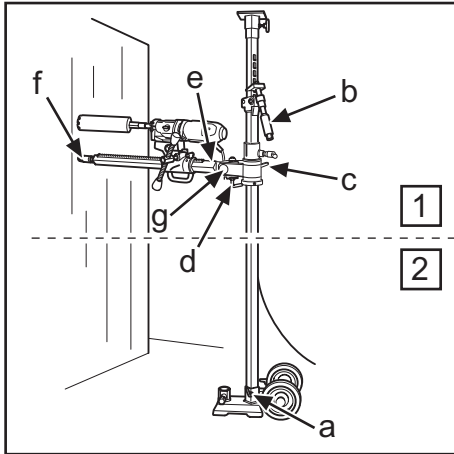
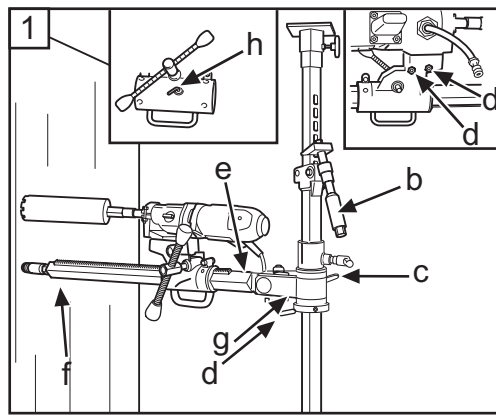

Fig. 3
Fig. 4
- Se la foratura deve essere eseguita a più di 1,5 m di altezza, il tubo esterno grosso deve essere rivolto verso l'alto, e viceversa se l'altezza di foratura è inferiore a 1,5 m. Controllare che il montante sia fissato alla piattaforma con il bullone di fissaggio (a) (fig. 3).
5. Bloccare l'alloggiamento alimentatore alla colonna di foratura (h) (fig. 4).
6. Installare la foratrice nell'attacco rapido dell'alloggiamento alimentatore. Serrare i dadi conici (d) (fig. 4/12) con la chiave da 24 mm.
- Bei Bohrungen oberhalb einer Höhe von 1,5 m muss das grobe Außenrohr nach oben gedreht sein, bei Bohrungen unterhalb von 1,5 m ist es umgekehrt. Überprüfen, ob der Stempel mit dem Sicherungsbolzen (a) in der Sohlenplatte verriegelt ist (Abb. 3).
5. Den Bohrwagen an der Bohrsäule (h) sichern (Abb. 4).
6. Die Bohrmaschine in der Schnellkupplung am Bohrwagen anbringen. Die konischen Muttern (d) anziehen (Abb. 4/12), dazu den 24-mm-Schraubenschlüssel benutzen.
- Si le forage est effectué à une hauteur supérieure à 1,5 m, le gros tube extérieur doit être orienté vers le haut ; si le forage est effectué à une hauteur inférieure à 1,5 m, il doit être orienté vers le bas. Contrôler que le poteau est verrouillé dans le piétement à l'aide du boulon de blocage (a) (Fig. 3).
5. Attacher le carter d'alimentation sur le pilier de forage (h) (Fig. 4).
6. Monter la foreuse dans la fixation rapide du carter d'alimentation. Serrer les écrous coniques (d) (Fig. 4/12) à l'aide d'une clé de 24 mm.
- Wanneer hoger dan 1,5 m moet worden geboord, moet de grovere buitenpijp omhoog zijn gedraaid en andersom wanneer lager dan 1,5 m wordt geboord. Controleer of de stut met de borgbout (a) in de bodemplaat vastzit (Fig. 3).
5. Zeker het toevoerhuis vast op de boorkolom (h) (Fig. 4).
6. Monteer de boormachine in de snelbevestiging op het toevoerhuis. Draai de conische moeren (d) vast met een 24 mm sleutel (Fig. 4/12).
5. Riportare indietro e sollevare la colonna di foratura, bloccandola con l'impugnatura a L (d) e il dado (g) (fig. 3). Per la foratura angolata, allentare l'impugnatura a L (d) e portare la colonna di foratura all'angolo desiderato serrando il dado (g) con la chiave da 30 mm (fig. 4).
6. Controllare la posizione della testa di foratura. Avvitare la vite del montante (f) (fig. 3/7) alla parete per fissare la colonna di foratura. Fissare con il dado di bloccaggio da 30 mm (f) (fig. 3/7), utilizzando un profilo di legno o simile come distanziale.
- La colonna di foratura ruota di 360° e si blocca nella posizione desiderata con la chiave a brugola da 8 mm (e) (fig. 3/4).
5. Die Bohrsäule nach hinten winkeln und hochklappen, mit dem L-Griff (d) und der Mutter (g) sichern (Bild 3). Beim Winkelbohren wird der L-Griff (d) gelöst, und die Bohrsäule wird auf den gewünschten Winkel eingestellt, dazu wird die Mutter (g) mit dem 3-mm-Schraubenschlüssel (Abb. 4) angezogen.
6. Die Lage der Bohrkrone prüfen. Die Stempelschraube (f) zur Fixierung der Bohrsäule in die Wand einschrauben (Abb. 3/7). Mit 30-mm-Sicherungsmutter (f) sichern, einen Holzstab o. ä. zwischenlegen (Abb. 3/7).
- Die Bohrsäule ist um 360° drehbar und wird mit einem 8-mm-Inbusschlüssel (e) fixiert (Abb. 3/4).
5. Remettre en place, sortir le pilier de forage et attacher avec la poignée en L (d) et l'écrou (g) (Fig 3). En cas d'ébarbage, la poignée en L peut être desserrée et le pilier de forage être réglé sur l'angle souhaité en serrant l'écrou (g) à l'aide d'une clé de 30 mm (Fig.4).
6. Contrôler la position du trépan. Visser la vis du poteau (f) (Fig. 3/7) sur le mur pour attacher le pilier de forage. Attacher avec un contre-écrou de 30 mm (f) (Fig. 3/7) en utilisant une règle en bois ou un instrument similaire comme pièce intermédiaire.
- Le pilier de forage peut pivoter à 360° et se verrouiller sur la position choisie à l'aide d'une clé hexagonale de 8 mm (e) (Fig. 3/4).
5. Klap de boorkolom omhoog, zet vast met de L-handgreep (d) en moer (g) (fig 3). Bij boren onder een hoek wordt de L-handgreep (d) losgemaakt en de boorkolom in de gewenste hoek vastgezet door de moer (g) met een 30 mm sleutel vast te draaien (Fig.4).
6. Controleer de stand van de boorkop. Draai de stutschroef (f) (Fig.3/7) tegen de wand om de boorkolom te fixeren. Zeker met borgmoer 30 mm (f) (Fig. 3/7), gebruik een houten regel of iets dergelijks als tussenlaag.
- De boorkolom is 360° draaibaar en wordt in de desbetreffende standen vastgezet met een 8 mm inbussleutel (e) (Fig. 3/4).